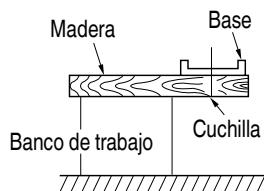

Fig. 18
- (1) Posicione la unidad en ángulo recto con respecto a la superficie (inclinación de 0 grados).
- (2) Mientras sostiene la sección guía de la cubierta de virutas abierta con la mano, empújela hacia la unidad principal.
- (3) Inserte los enganches de la cubierta de virutas en las ranuras de la unidad principal.
- (4) Al desacoplar, separe los enganches de la cubierta de virutas y sáquelos de las ranuras de la unidad principal.
11. Prepare un banco de trabajo (Fig. 18)